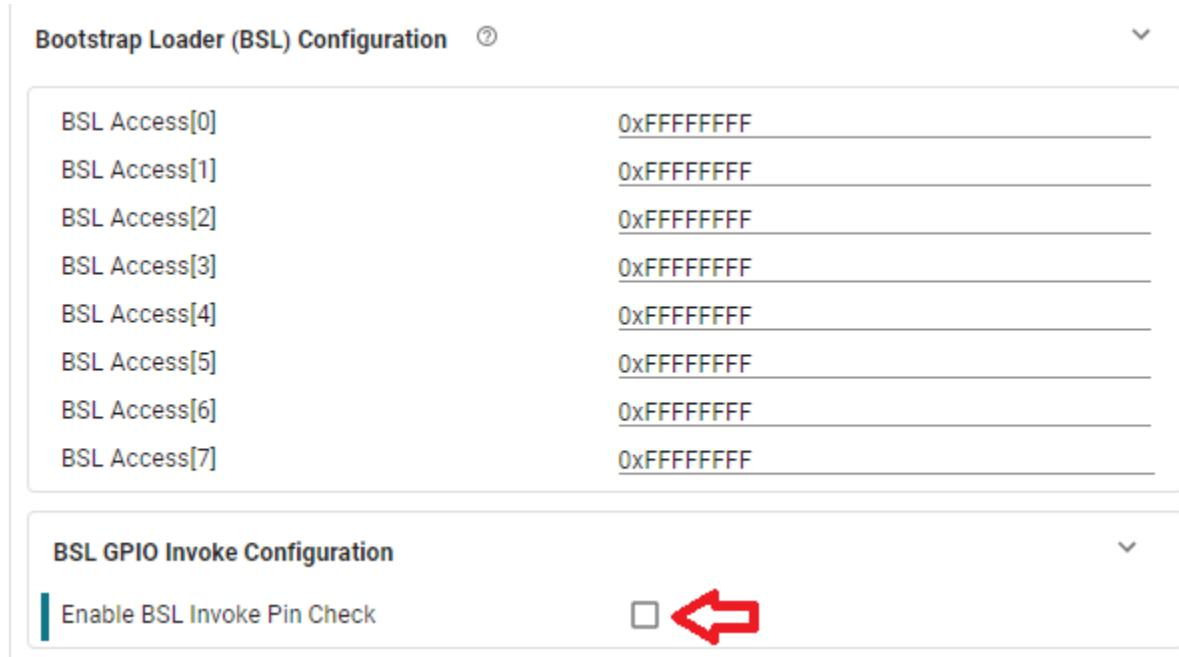

図 3-2. PA18 BSL 起動関数を無効化
2. 図 3-2 に示されている PA18 BSL 起動関数をディセーブルにするか、図 3-3 に示されている別の BSL 起動ピンを選択します。